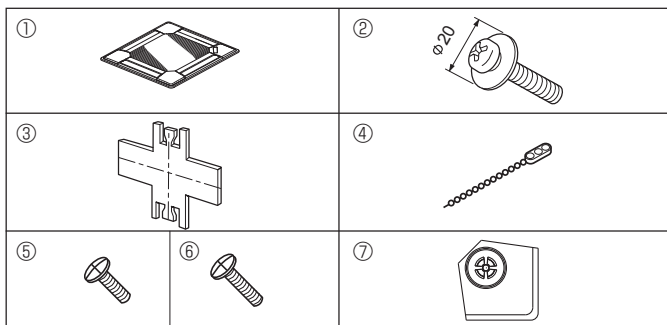

Fig. 6-1
6.1. De inhoud controleren (Fig. 6-1)